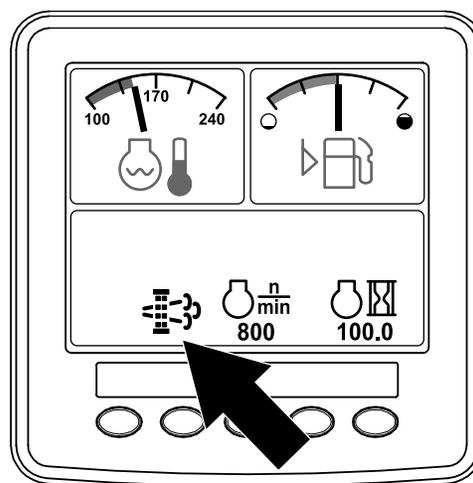

図 45
- 駐車再生やリカバリ再生が必要になると、インフォセンターに再生要求アイコン 図 45 が表示されます。